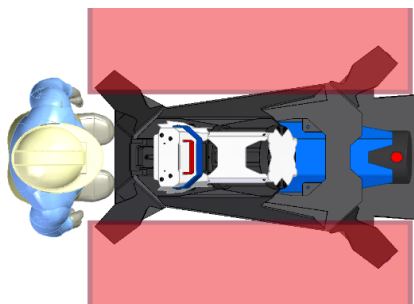

Bild 2: Gefahrenbereich in rot markiert
- Halten Sie den Gefahrenbereich (Bild 2) von Personen frei
Bücken Sie sich nicht über die Maschine, wenn Sie den Deckel öffnen. Halten Sie die Arbeitsposition wie in Bild 2 dargestellt ist, ein.